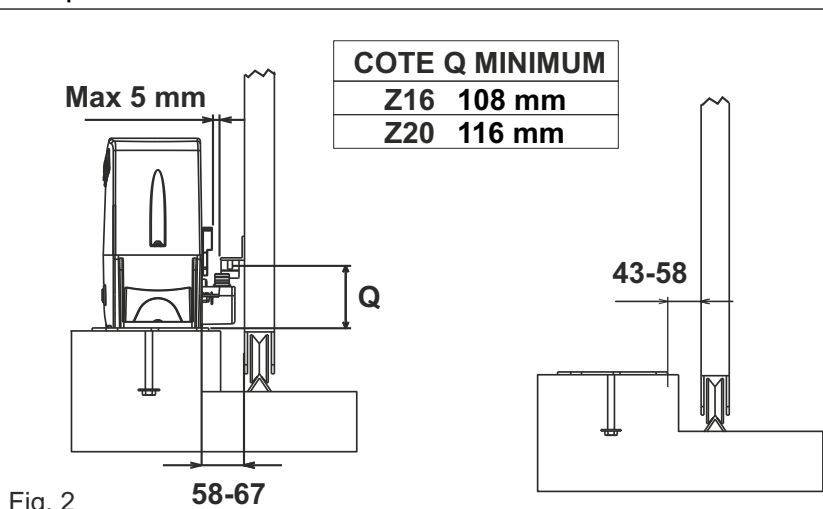
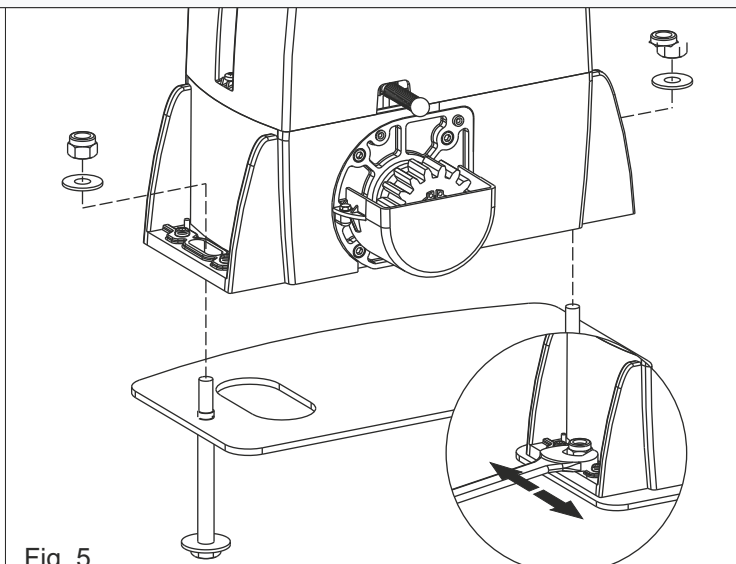

Fig. 2
Fig. 5
2.3. Avant de sceller la plaque d'ancrage, assurez-vous qu'elle est parfaitement horizontale et que la dimension de 58-67 mm indiquée sur la Fig. 2 est respectée.
4.2. Fixer l'opérateur à la plaque de fondation à l'aide des 2 écrous fournis, en ajustant la position latérale (Fig. 5) pour respecter les dimensions mentionnées en Fig. 2